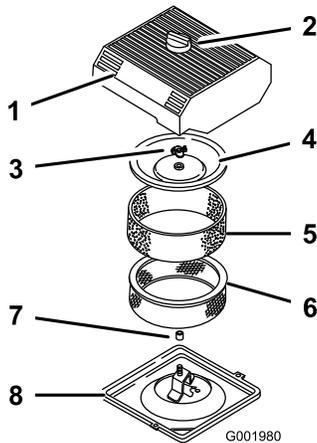

图34
3. 清洁空气滤清器的周围防止灰尘进入发动机并导致损害 图34。
4. 松开空气滤清器盖上的旋钮取下滤清器盖 图34。
5. 小心将泡沫滤芯滑出纸质滤芯 图34。
6. 拧下护罩螺母取下护罩和纸质滤芯 图34。
1. 小心将泡沫滤芯滑落到纸质空气滤清器滤芯上 图34。
3. 安装护罩螺母用手指拧紧护罩 图34。
4. 安装空气滤清器盖和旋钮 图34。